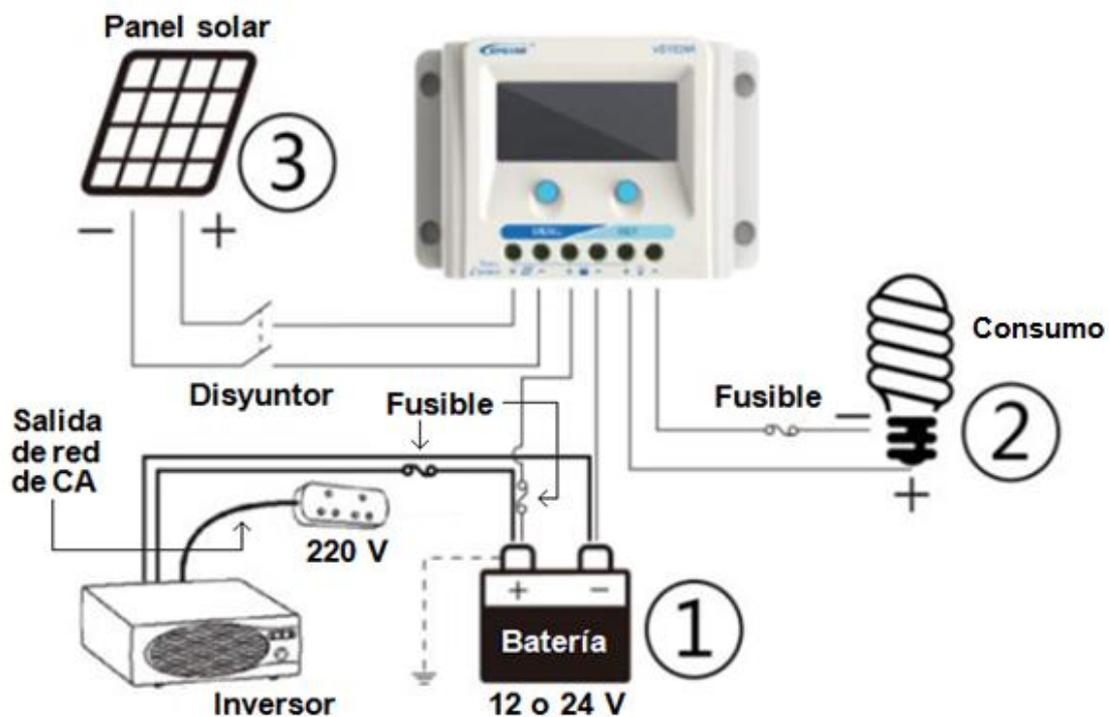

Figura 2-1: Montaje
(1) Efectúe el conexionado del regulador en el orden indicado en la Figura 2-1. No invierta la polaridad de las conexiones. No conecte el fusible durante la instalación. Al desconectar el regulador, proceda en el orden inverso al indicado.
(2) Encienda el regulador y verifique que esté encendida la pantalla LCD. (De lo contrario, consulte la Sección 4 del manual.) Conecte primero la batería, de manera que el regulador pueda detectar la tensión del sistema fotovoltaico.
(3) Coloque el fusible de la batería tan cerca de esta como sea posible. Se aconseja una distancia de 15 cm o menor.
(4) El regulador cuenta con un positivo común. Puede conectarse a tierra todo positivo del panel solar, del consumo o de la batería.